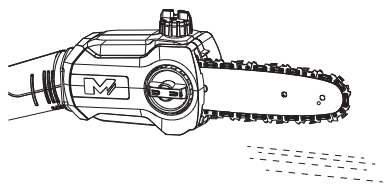

Fig. 15
- Assurez-vous que le guide-chaîne (19) et la chaîne de scie (20) sont en place lorsque vous contrôlez le débit d'huile.
- Mettez le produit en marche ; laissez-le tourner dans le vide et vérifiez si l'huile de chaîne est distribuée comme indiqué sur la figure (Figs.15, 16).